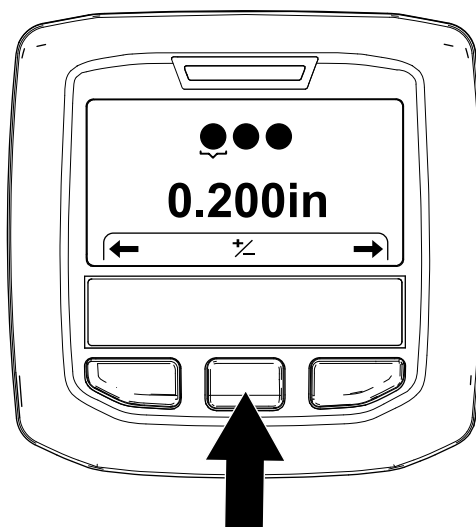

图 58
- 按右侧 InfoCenter 信息中心按钮直至“设置打孔针直径”屏幕显示图 58。